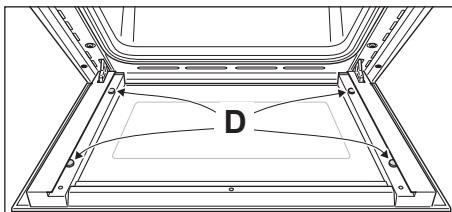

Fig. 6.14a
IMPORTANTE: È consigliabile, durante la rimozione del vetro, tenere premuti in posizione i 4 distanziatori "D", mediante un dito, al fine di evitare la rottura o lo sfilamento dei distanziatori stessi (fig. 6.14a).
- Verificare che i 4 distanziatori "D" siano nella loro posizione (fig. 6.14a). **IMPORTANTE:** È consigliabile, durante l'inserimento del vetro, tenere premuti in posizione i 4 distanziatori "D", mediante un dito, al fine di evitare la rottura o lo sfilamento dei distanziatori stessi (fig. 6.14a).